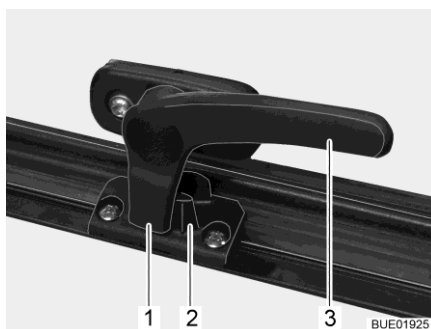

Fig. 21 Palanca de bloqueo (posición "cerrada")
- Girar la palanca de bloqueo (Fig. 21,3) un cuarto de vuelta hacia la mitad de la ventana.
- Girar la palanca de bloqueo (Fig. 21,3) un cuarto de vuelta hacia el marco de la ventana. El saliente de bloqueo (Fig. 21,1) se encuentra en la cara interior del bloqueo de la ventana (Fig. 21,2).
- En la posición "cerrada fijamente" (Fig. 21).